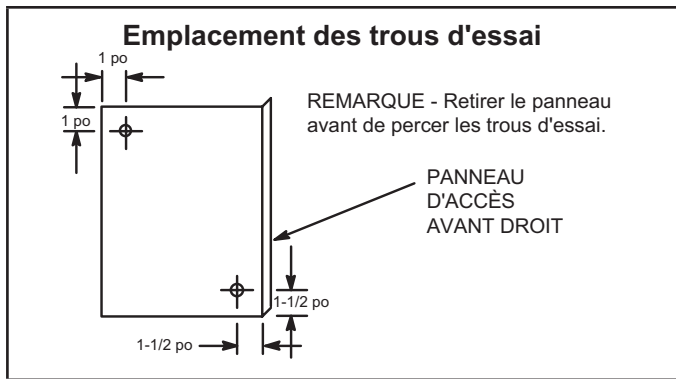

FIGURE 5. Emplacement des trous d'essai
Raccordez la conduite de liquide fournie sur place, de taille appropriée, à l'embout de la conduite de liquide, comme indiqué à la figure 5, en utilisant l'une des procédures suivantes :
- 2 - Percez deux trous de 5/16 po (8 mm) dans le panneau d'accès avant droit ; l'emplacement des trous est indiqué à la figure 5. Remontez le panneau.